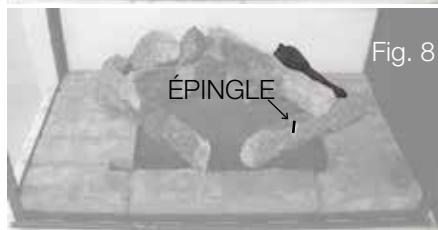

Fig. 9
10. Placez bûche #9 sur l'épingle en bûche #7, il devrait se reposer sur la base de protection à la côté droite. Placez une épingle dans la bûche #6 (**Fig.9**).